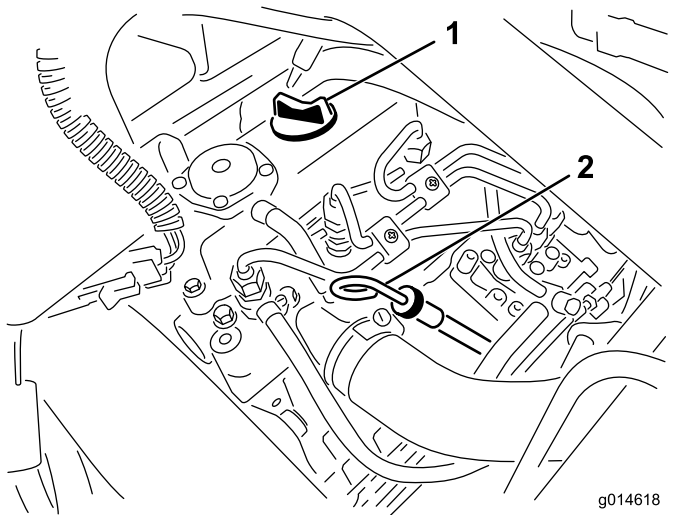

Bild 27
2. Nehmen Sie den Peilstab heraus und wischen Sie ihn mit einem sauberen Lappen ab (Bild 27).